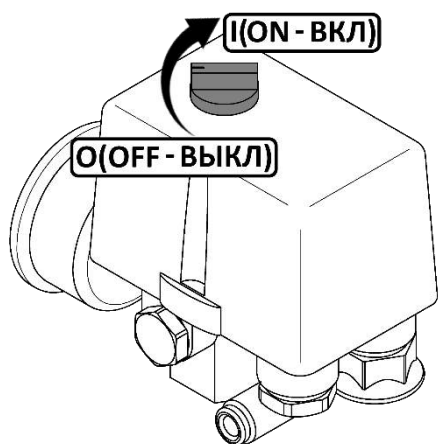

Рисунок 3
- Проверьте, чтобы выключатель на реле давления находился в выключенном положении "O" (рисунок 3).
- Выключить компрессор выключателем **3** на реле давления (рисунки 4, 5). Для этого необходимо переключить выключатель в положение "О" (рисунок 3). После этого остановится двигатель и произойдет сброс давления из нагнетательного воздухопровода и поршневого блока.
- Переключите выключатель **3** на реле давления в положение "0" (рисунок 3).